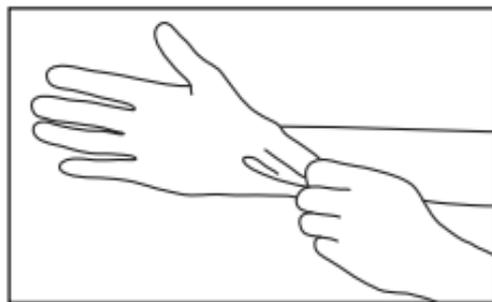

Fig. 9
- 1 Portez toujours des gants de protection, un masque et des lunettes de protection pour des raisons de sécurité et pour minimiser le risque d'infection (Fig. 9).